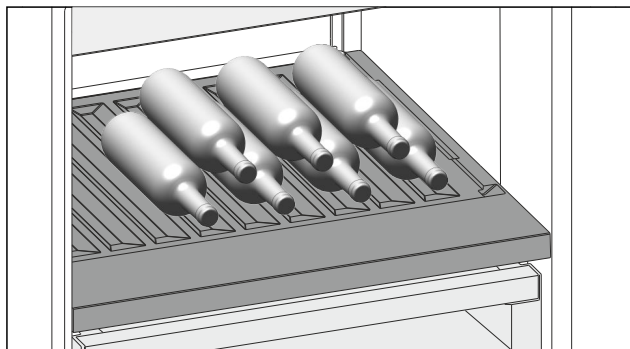

Fig. 111
- Placer les bouteilles avec le fond orienté vers la paroi arrière de l'appareil. (voir Fig. 111)